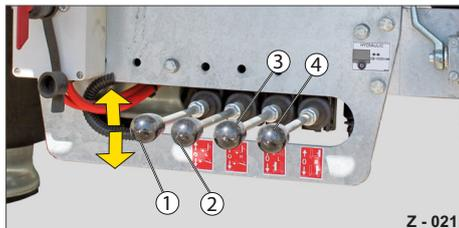

Abb. 21 Rampen-Bedienkonsole
- ▶ Betätigen Sie den entsprechenden Hebel (Abb. 21/1 oder Abb. 21/2) nach oben.
- ▶ Betätigen Sie den entsprechenden Hebel (Abb. 21/1 oder Abb. 21/2) nach oben / unten.